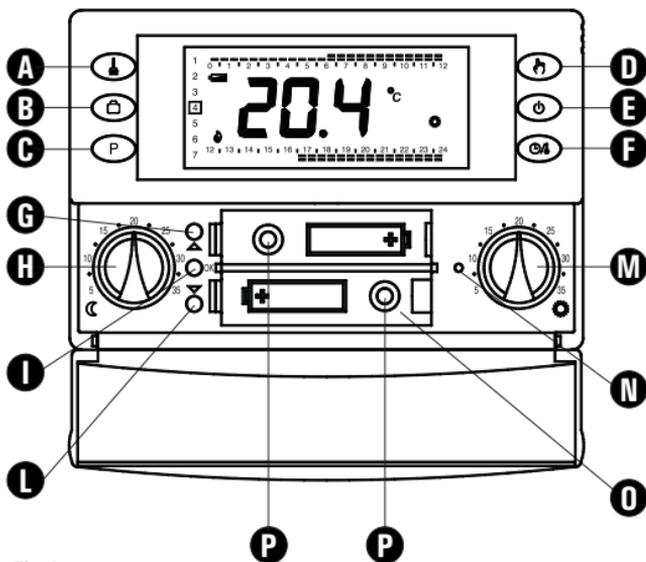

Fig. 1
6. Inserire le batterie nel vano batterie (0 di Fig. 1); vedi paragrafo 'INSERIMENTO/SOSTITUZIONE BATTERIE'.
1. **Aprire lo sportellino che dà accesso al vano pile (Fig. 1).**
4. **Solo nel caso in cui il cronotermostato non risponda correttamente eseguire un reset tramite il tasto indicato in N di Fig. 1; **NON USARE AGHI O STRUMENTI CHE POSSANO DANNEGGIARE IRREPARABILMENTE IL CRONOTERMOSTATO.****